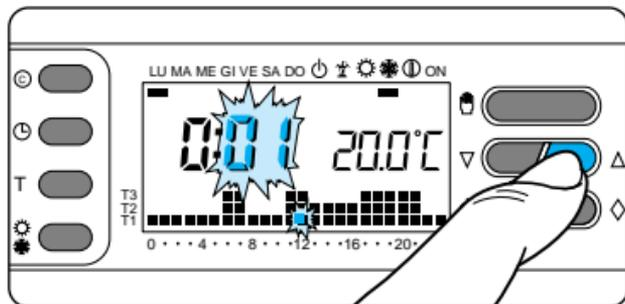

Fig. 18
**3.3** - Pulse el botón  o  hasta llegar al valor correcto de los minutos (fig. 18).